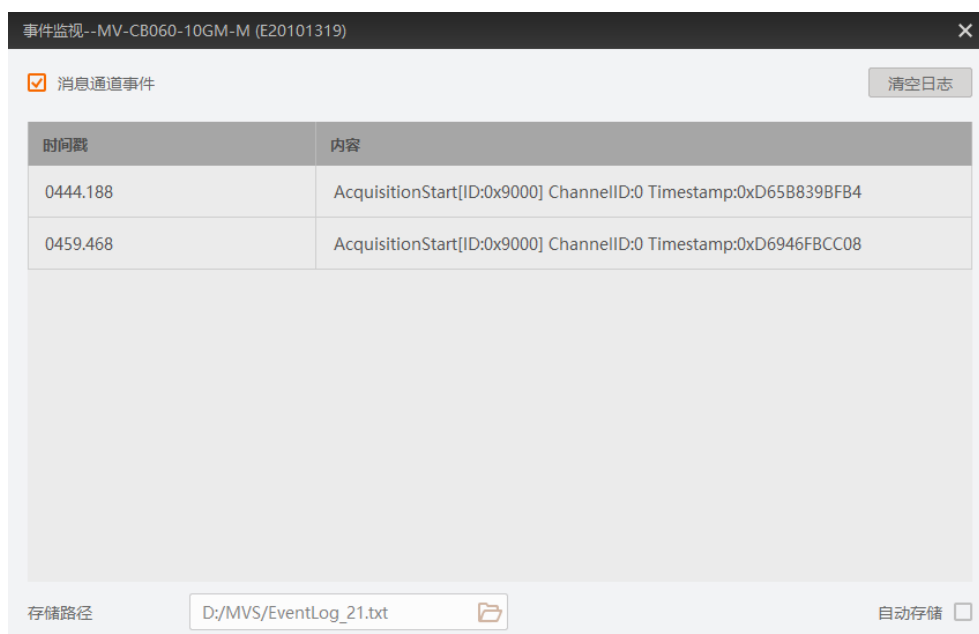

图8-14 事件监视界面
5. 相机开始预览后可以查看实时的事件信息，如图 8-14 所示。